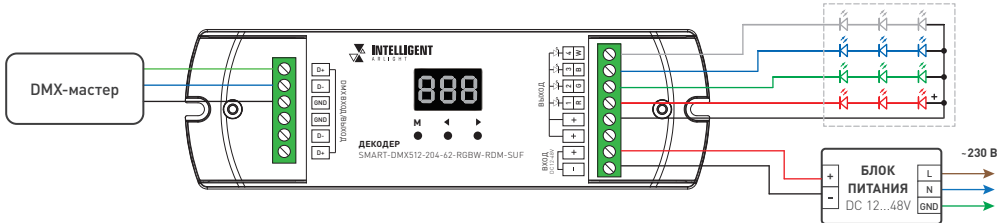

Рис. 1. Схема подключения декодера
3.5. Подключите декодер согласно схеме на рис. 1.